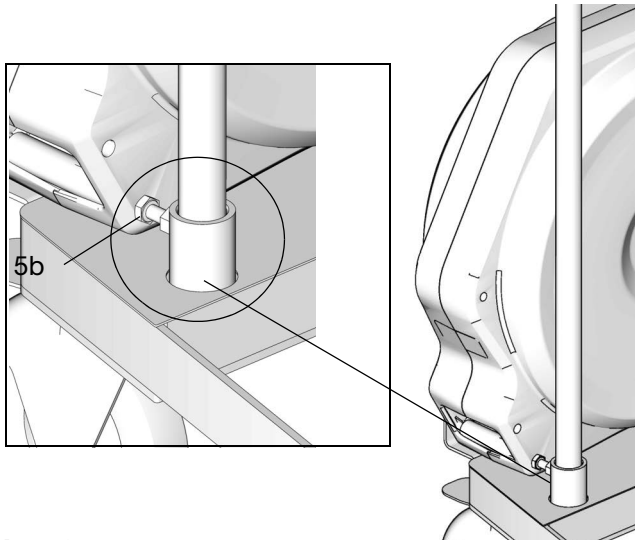

ABB. 31
- Die Griff-Unterbaugruppe (5a) mit den mitgelieferten Schrauben (5b) am Fahrgestell (5) montieren und mit einem Schraubenzieher fest anziehen (ABB. 31).